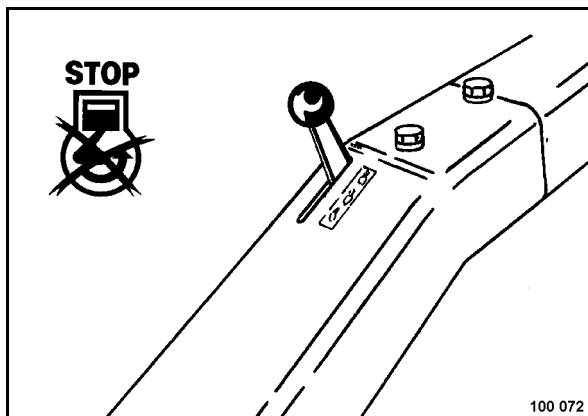

Fig. 38
- Colocar la palanca reguladora de velocidad (Fig. 38) a posición "STOP".